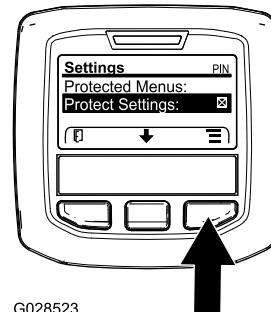

Figure 33
- Dans le menu PRINCIPAL, appuyez sur le bouton central pour naviguer jusqu'au menu RÉGLAGES, puis appuyez sur le bouton droit (Figure 33).